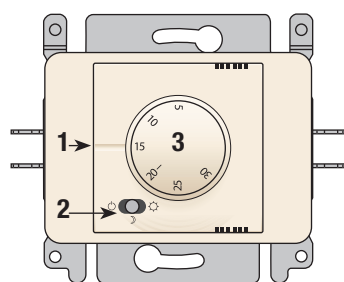

fig.3
Éléments (fig.3)
1. Valeur réglée: le trait indique la température souhaitée (Dans la fig.3 p.ex. le thermostat est réglé à 15°C).